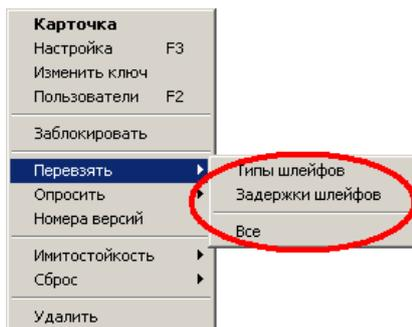

Рисунок 5.50. Перевзять
- **Перевзять** (рисунок 5.50) — дает доступ к пунктам меню, формирующим отдельные команды установки типов шлейфов и задержек по шлейфам;